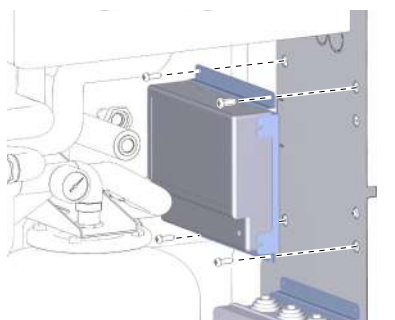

fig. 65 -
5. Fissare le 2 viti inferiori al fianco destro dell'armadio senza avvitare completamente per consentire il montaggio in appoggio della staffa tramite le asole inferiori (vedi "fig. 65 -")
6. Montare l'assieme, quindi fissarlo con le 2 viti superiori (vedi "fig. 65 -").